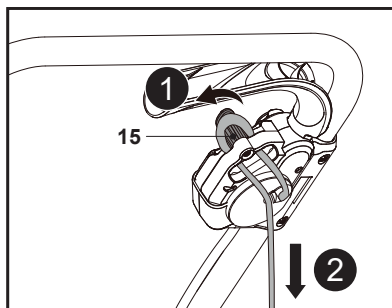

Fig. 10
1. Fă o buclă în cablul de alimentare și prinde-o pe elementul de detensionare a cablului (15) (fig. 10, pasul 1).
2. Trage ușor de cablul de alimentare pentru a te asigura că este bine fixat (fig. 10, pasul 2).